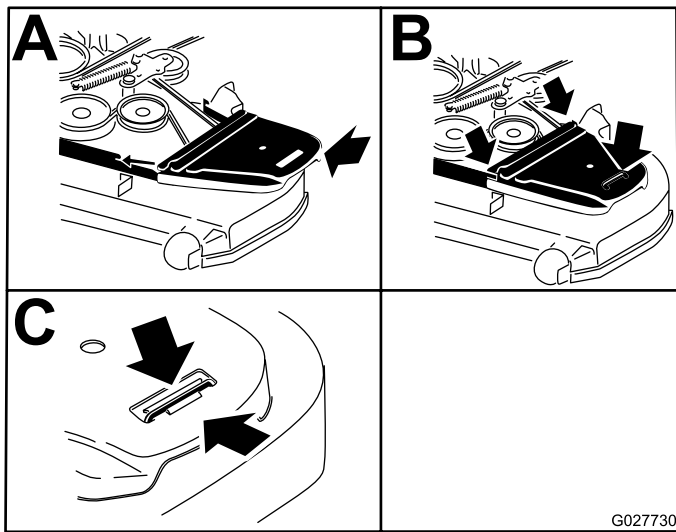

Figure 89
12. Posez les couvercles de courroie (Figure 89).